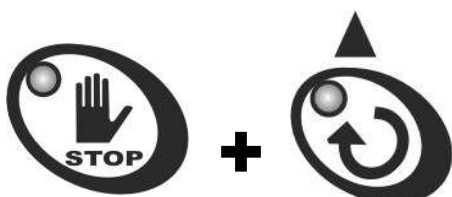

Fig.1
3. Avec la machine en position STOP, appuyer simultanément sur les touches "STOP" et "AGITATION" et lâcher la pression uniquement après l'apparition de la page-écran d'identification avec mot de passe (fig.1).